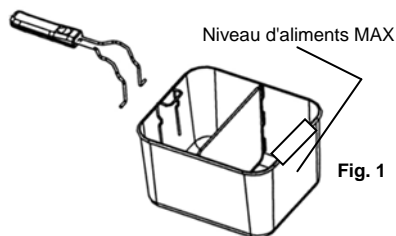

Fig. 1
- Utilisez **toujours** la poignée pour retirer le panier à friture. Assurez-vous que la poignée est bien attachée au panier. Pour attacher la poignée au panier à friture, pincez ses extrémités ensemble pour les insérer dans la fourche de métal du panier. Tirez la poignée vers vous pour la bloquer en position. (Fig. 1)